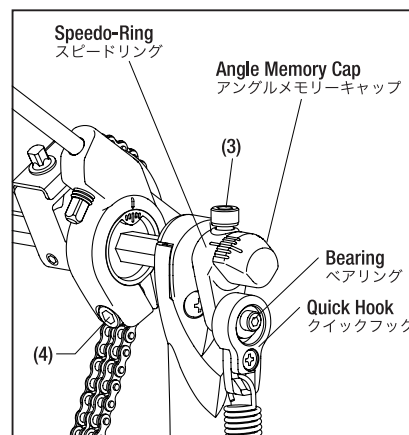

Fig.2(図2)
Fit the Quick Hook onto the Speedo-Ring's Bearing (Fig.2).
まずクイックフックを、スピードリングのベアリング部にセットします(図2)。
As the angle of the Beater is lowered, the footboard rises. Once the desired angle is reached, while keeping the Speedo-Ring in contact with the Angle Memory Cap as shown in the photo, tighten the bolt (3) firmly to secure it (Fig.2).
スピードリング上端のボルト(3)を緩めるとビーター角度とフットボード角度を連動して調整することが出来ます。シャフトの端にあるアングルメモリーキャップの目盛りを目安に少しずつ調整してください(長い目盛りが出荷時の標準位置です)。ビーター角度を倒すにしたがってフットボードが上がります。好みの角度が決まったら、写真のようにスピードリングをアングルメモリーキャップに当てながらボルト(3)を締めて固定してください(図2)。
The Vari-Pitch Beater Holder lets you adjust the beater angle independently (without affecting the pedal plate). To adjust the beater angle, loosen the bolt (4) using the drum hammer. Once the desired angle is reached, retighten the bolt firmly (Fig.2).
バリピッチ・ビーターホルダーで、ビーターの角度を独立して調整することができます。ボルト(4)を、ドラムハンマーで緩めて調整し、好みの角度が決まったらしっかりとボルトを締めてください(図2)。